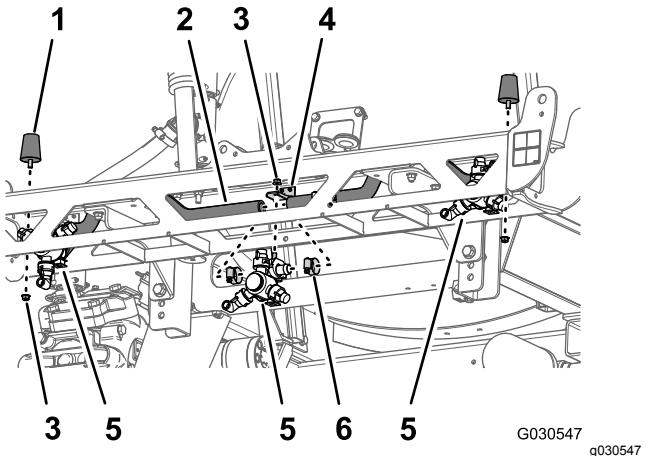

Figura 78
4. Retire las contratuercas con arandela prensada (5/16") que sujetan los topes izquierdo y derecho en los extremos del bastidor de la sección de brazo central (Figura 78).
1. Retire las 4 abrazaderas que sujetan las boquillas del fumigador a las mangueras (diámetro interno de 3/4") (Figura 78).
2. Retire la contratuerca con arandela prensada (5/16") que sujetas las 3 boquillas del fumigador a los soportes de las boquillas de la sección de brazo central y retire las boquillas (Figura 78).